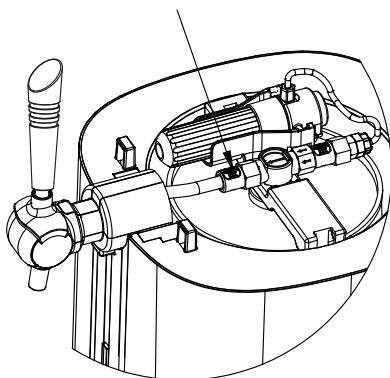

Abbildung 18
2. Trennen Sie den Anschluss für den Weinspender vom Spender und drücken Sie beim Abnehmen zuerst auf den weißen Knopf (Abbildung 18).